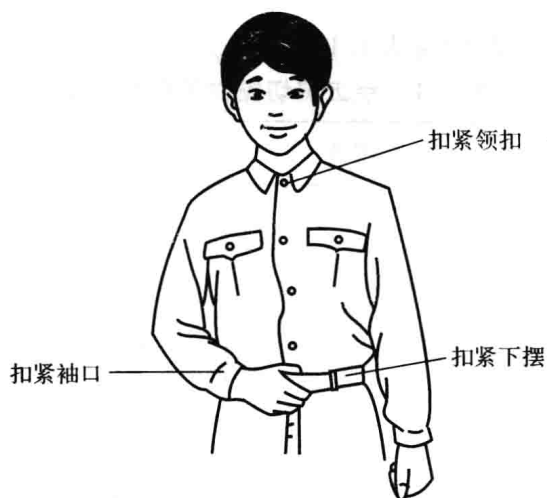

图 1.1 正确穿着工作服
- (1) 实习时必须穿好工作服,戴好工作帽(头发纳入帽子内),做到三紧,如图 1.1 所示。
- (2) 工作现场必须穿平跟鞋,全部包裹脚面。
- (3) 操作时集中精力,不允许听 MP3、吃东西、打闹等。